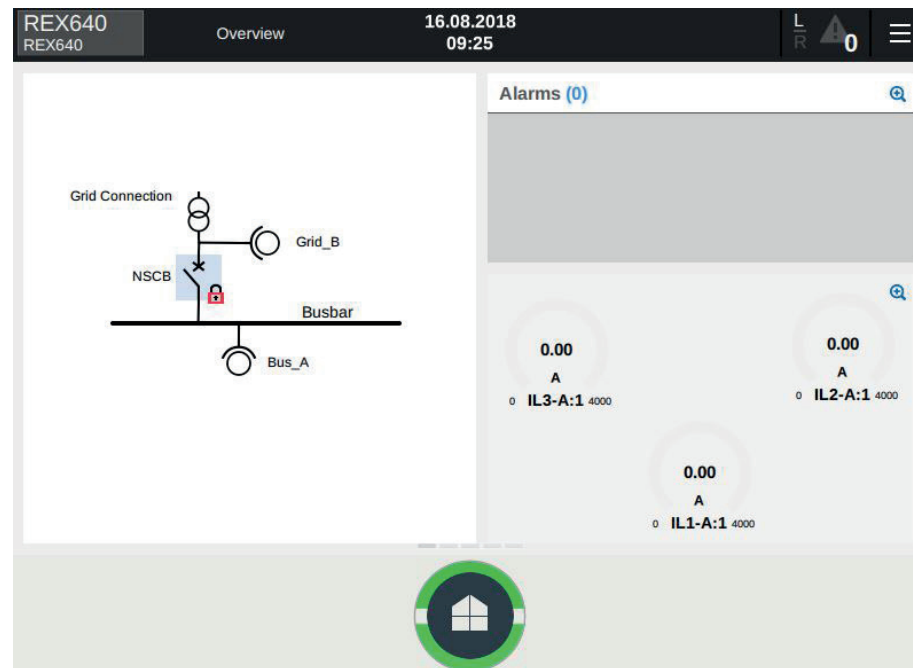

Abb. 152: Netztransformator-Leistungsschalter ist offen.
- Der Netzleistungsschalter ist offen. Siehe Abbildung 152.